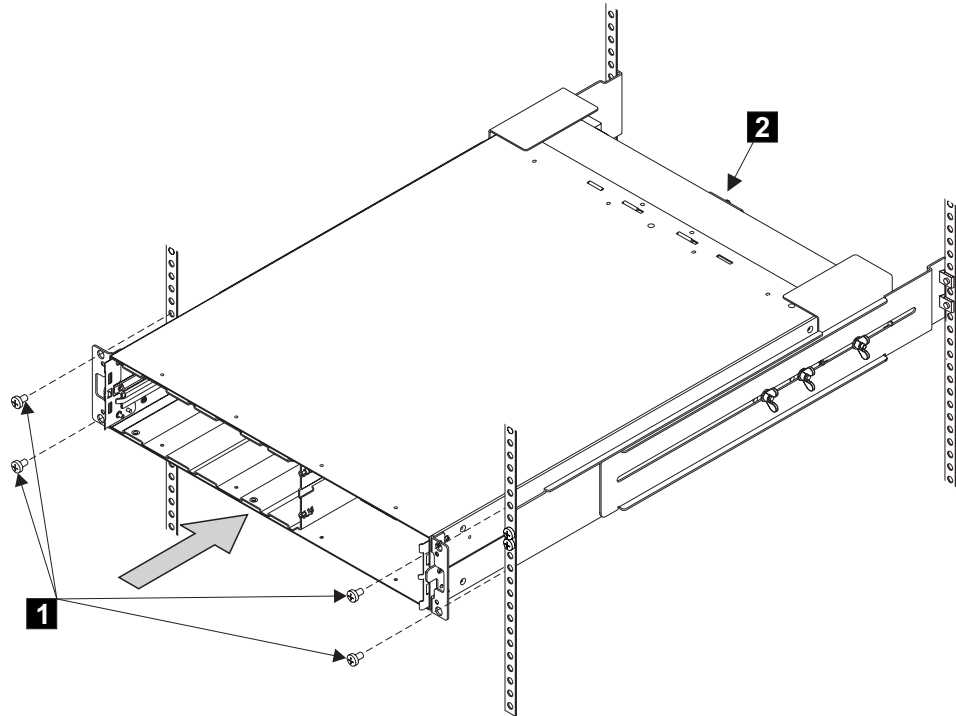

図 34. ラックへの 2145 UPS の取り付け
6. 前面の平頭ねじ **1** を、79 ページの図 34 に示すように取り付けます。